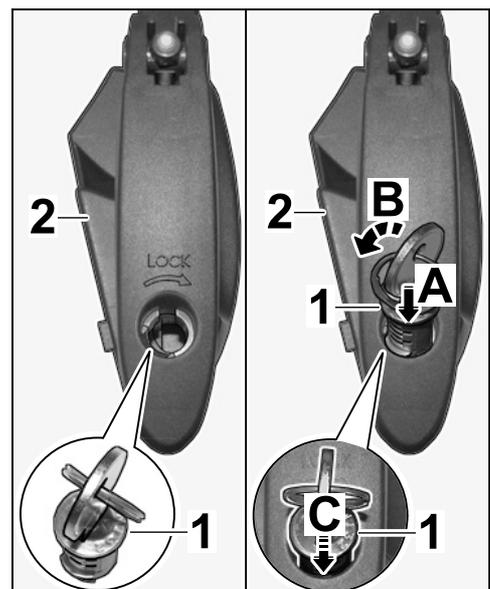

Bild 5
- 1.2 Schließzylinder in Spannbügel einbauen (⇒ Bild 5).
- 1.2.3 Schließzylinder vorsichtig hineindrücken (⇒ Bild 5-A-) und um 45° entgegen der "Lock-Richtung" drehen (⇒ Bild 5-B-).
- 1.2.4 Schließzylinder vollständig hineinschieben (⇒ Bild 5-C-), bis dieser einrastet und nicht mehr herausgezogen werden kann.